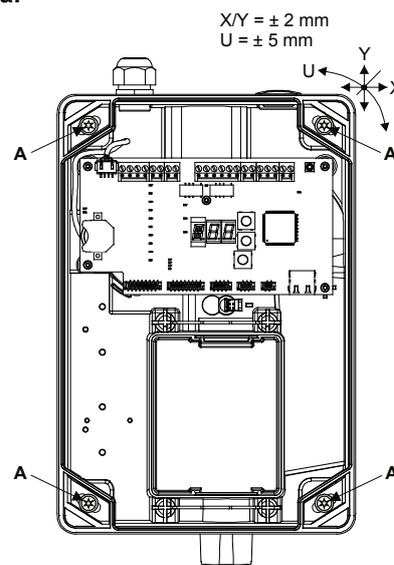

Fig. 15 Abertura, fecho e fixação da caixa para detetor
- Para manipular os **fechos giratórios**, estes têm de ser **pressionados com força** em direção à base da caixa com uma chave de fendas e, em seguida, **girados** em 90°. A posição da fenda dos fechos indica o respetivo estado (ver também a **Fig. 15**):